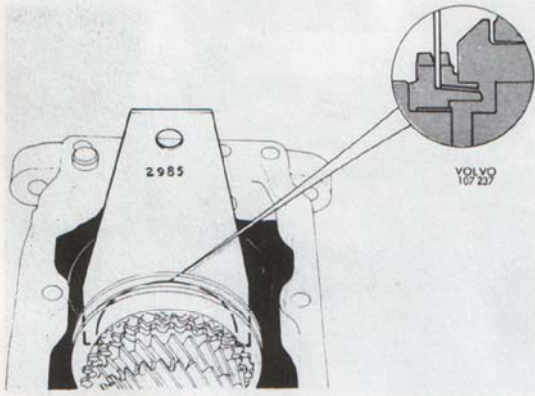

Bild 11. Mothåll för huvudaxel
5. Placera mothåll 2985 mellan ingående axeln och främre synkroniseringen enligt bild 11. Dra av huvudaxelns bakre lager med avdragare 2828, se bild 12. För M 410 tas skruven i 2828 bort och ersätts med verktyg 2832. Därefter dras bakre lagret av på samma sätt som för M 400, se bild 13.